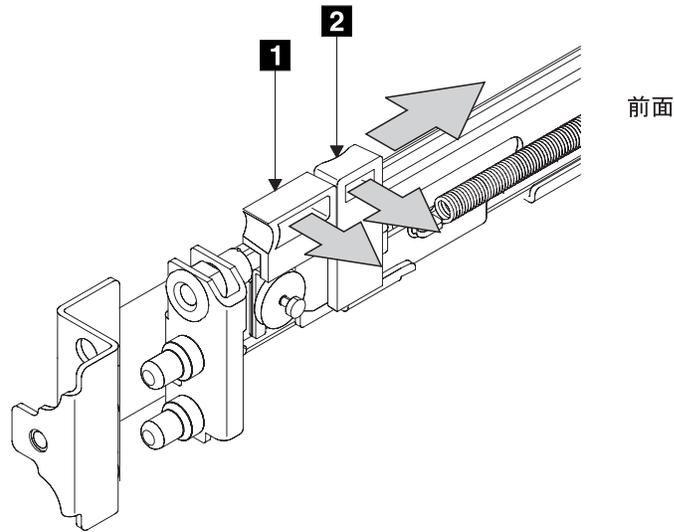

図28. 前面のラッチ・ロック・キャリア・アセンブリーのオープン
5. ラッチ・レバー **1** をレールの終端の方向に動かしながら、ラッチ・ロック **2** を静かにレールから離れるように押し出す (30 ページの図 28 を参照)。ラッチ・ロック・キャリア・アセンブリーは、スプリングのテンションに対抗しながらスライドします。